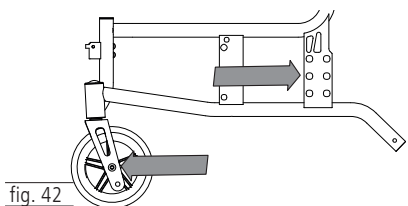

fig. 42
- Sædehøjde 430 – styrehjul 200 mm / 8” skrueaksel baghjul i midten (fig. 42)